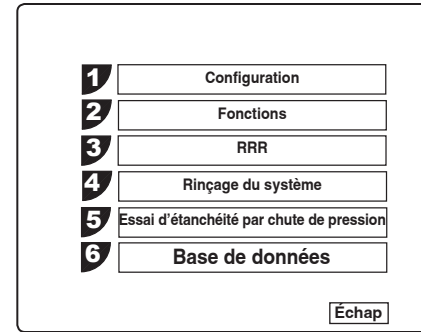

Figure 11
13. Consultez la figure 11 et sélectionnez RINÇAGE DU SYSTÈME dans le menu principal. Appuyez sur **OK**.